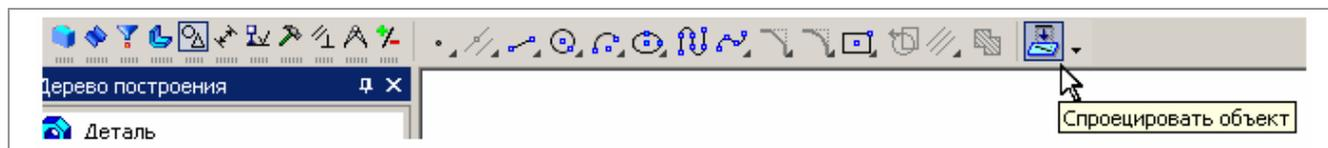

Рисунок 5.1
**Спроецировать объект**  на Панели текущего состояния (Рисунок 5.1), и указать объект, проекцию которого необходимо получить – вершину, грань, ребро или ось. Проекции ребер или граней создаются в виде графических объектов со стилем линии **Основная**, проекции вспомогательных осей создаются в виде вспомогательных прямых. После создания эскиза, необходимо перейти в режим трехмерных построений.